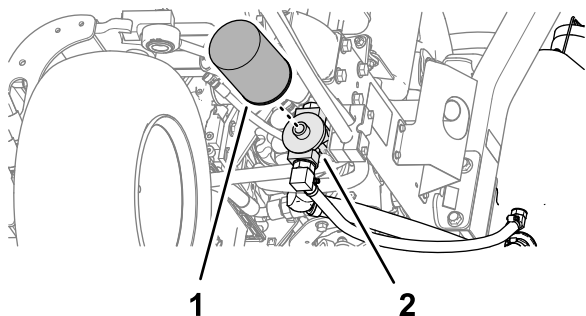

Figura 92
2. Pulite la superficie circostante il filtro. Collocate una bacinella di spurgo sotto il filtro (Figura 92), e togliete il filtro.